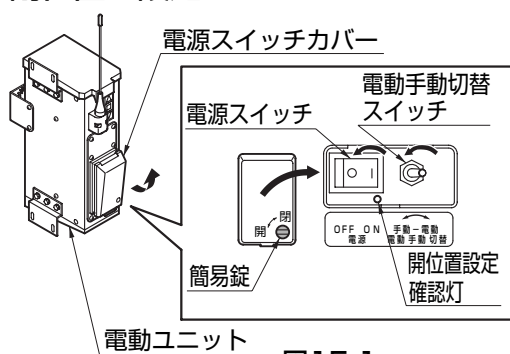

図15-1
- ③引戸が全閉状態の位置で、マグネットスイッチが電動ユニットのリードスイッチの中心に合うように、移動させテープ等で仮固定してください。(B図参照)
- ①引戸を手動にて全閉状態から約1m開けてください。
- ②電動ユニットの電源スイッチカバーを開け、コントロールボックスの電動手動切替スイッチを電動側にし、電源スイッチをONしてください。(図15-1参照)